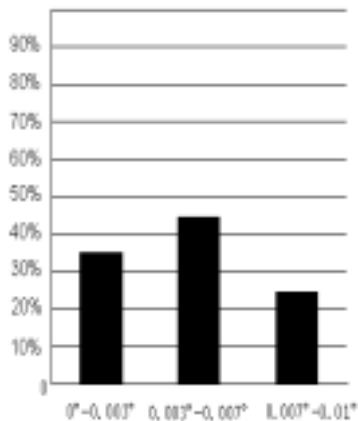
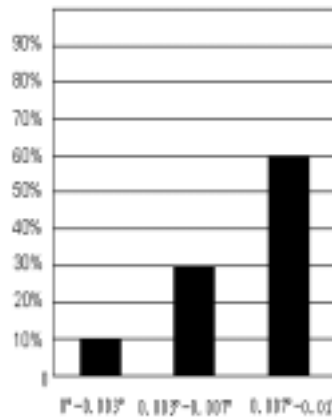

图 2—0° 斜面上的精度
图 5—30°斜面上的精度
6. 常温下, 0°, 5°, 10°, 15° 斜面上的精度 (见图 2-图 5):